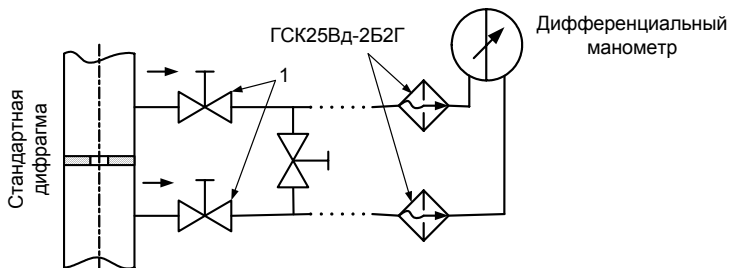

Рисунок 2.1 – Схема установки гасителя ГСК25ВД-2Б2Г в цепи измерения расхода воды
1. Перекрыть краны 1 измерительных магистралей, подводящих давление к прибору типа ДМ и отсоединить штуцеры от кранов 1 со стороны прибора (см. рисунок 2.1).
3. Установить гаситель как проставку между краном и штуцером импульсной линии со стороны прибора, как показано на рис.2.1.